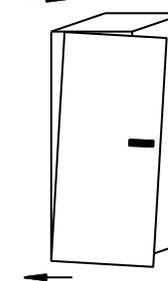

Рис.8
- При необходимости отрегулировать установленную дверь. Схемы регулировки петель рис.8.
- Установить полку 7 при помощи полкодержателя (30)
- Установить заглушки (34) на эксцентрики (19) и заглушки (35) в открытые отверстия на деталях 6, 7, 8 и двери (с внутренней стороны см. пункт 12) согласно цвету.